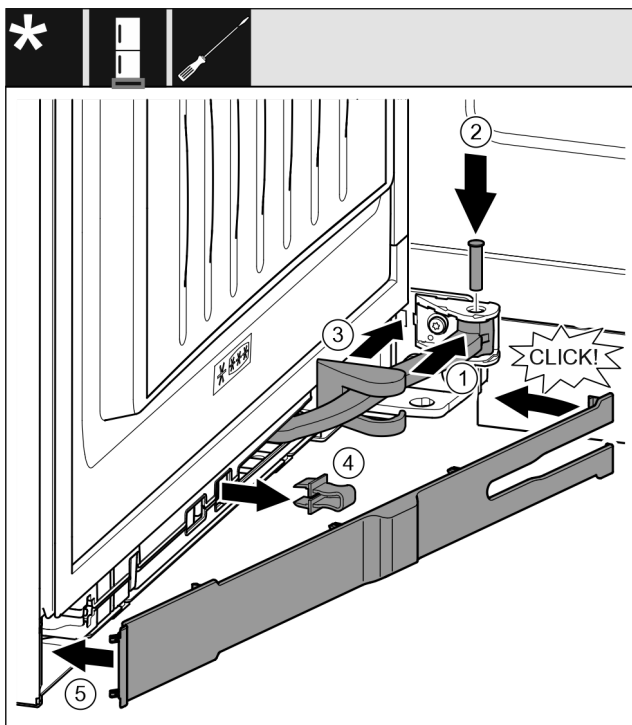

Fig. 68
- ▶ Otočte kloub Fig. 68 (1) v závěsu.
- ▶ Šroubovákem vložte čep Fig. 68 (2) do závěsu a kloubu. Přitom dávejte pozor, aby byla zajišťovací vačka správně usazena v drážce.
- ▶ Posuňte kryt stojanu ložiska Fig. 68 (3) podél kloubu a namontujte nad závěsem.
- ▶ Pojistku Fig. 68 (4) vytáhněte.
- ▶ Záslepku Fig. 68 (5) na straně madla nasadte a sklopte.